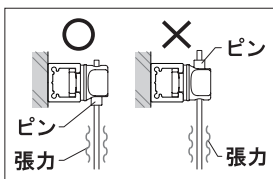
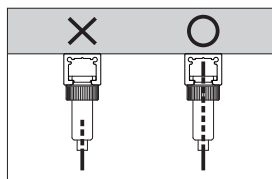

図1
図2
- レールの許容荷重は正しく取付けられた場合の1メートルあたりの許容荷重です。一部分に重量が集中しないように調整してご使用ください(図1、図2)。
- ・製品はワイヤーに張力が加わる方向にピンが来るように取付けてください(図1)。逆方向に向けて取付けた状態ではワイヤーをグリップできないため落下し、大変危険です。
- ・ワイヤーが金具に十分挿入されていることを荷重をかける前に確認してください(図2)。挿入が不十分な場合、落下によるケガや破損の原因となります。